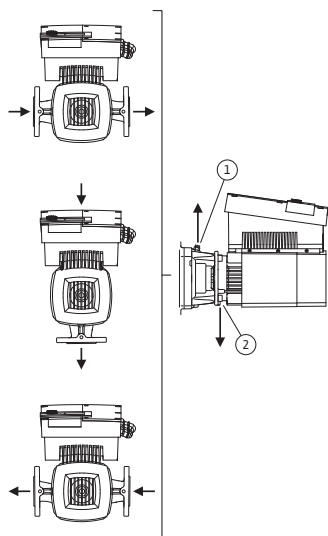

Fig. 23: Posiciones de montaje admisibles con eje del motor horizontal
Las posiciones de montaje admisibles con eje del motor horizontal y módulo electrónico aparecen representadas arriba (0°) en la Fig. 23. No salen en la figura las posiciones de montaje admisibles con el módulo electrónico montado lateralmente ($\pm 90^\circ$). Cualquier posición de montaje es admisible, excepto montar el módulo electrónico orientado hacia abajo (-180°). La purga de la bomba solo queda garantizada si la válvula de ventilación se orienta hacia arriba (Fig. 23, pos. 1).
Solo en esta posición (0°) se pueden evacuar de forma controlada los condensados producidos a través del orificio existente, tanto en la linterna de la bomba como en el motor (Fig. 23, pos. 2).